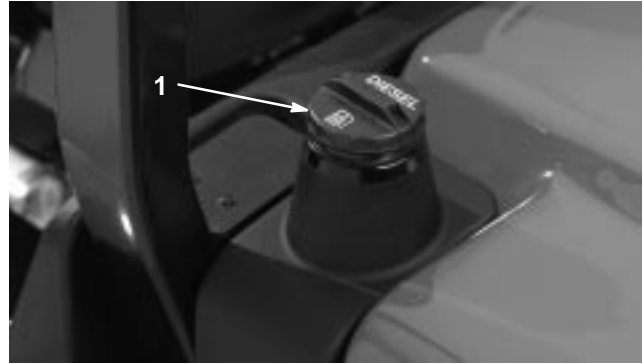

Bild 4
1. Entfernen Sie den Tankdeckel (Bild 4).